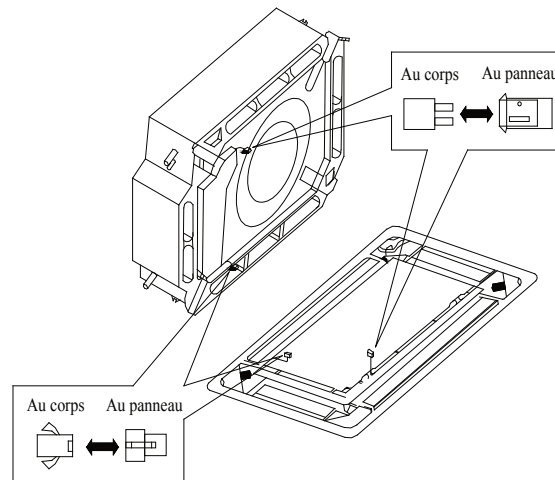

Figure 71 – Raccordez les joints
- Câblage du panneau décoratif (figure 71).